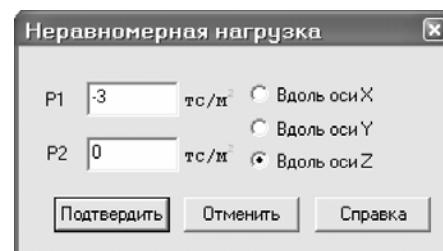

Рис.6.12. Диалоговое окно
- Щелчком по кнопке трапециевидной нагрузки на группу пластин вызовите диалоговое окно **Неравномерная нагрузка** (рис.6.12).